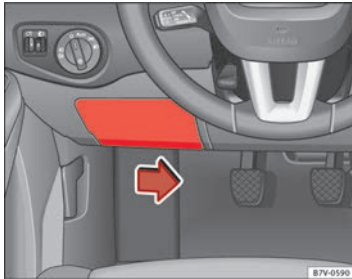

Abb. 201 Auf der Fahrerseite in der Instrumententafel: Abdeckung des Sicherungskastens.
- Zum Entriegeln des Deckels den Betätigungshebel an der Unterseite nach rechts drücken ⇒ Abb. 201.